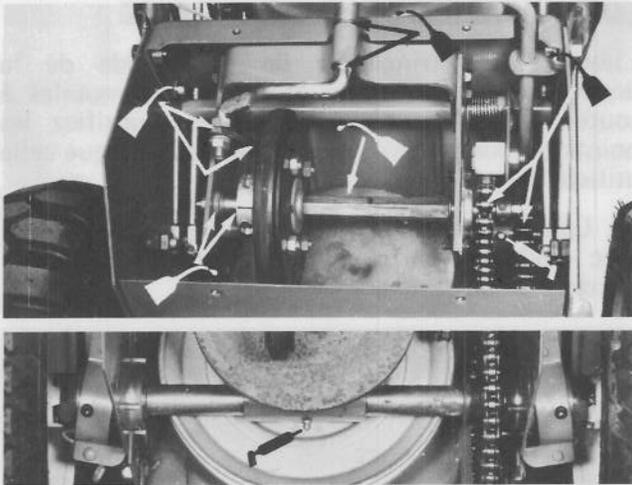

Figure 33
3. Enlevez quatre vis taraudeuses qui retiennent le protecteur arrière contre le bloc de traction, puis écartez le protecteur du bloc de traction par glissement. Ensuite, lubrifiez légèrement les chaînes, le manchon de pignon, l'anneau de nylon, l'arbre hexagonal et les autres pivots avec de l'huile et de la graisse #2 (Fig. 33). Essayez tout excès d'huile et de graisse. Enfin, remettez en place le protecteur (plaque de protection) sur le bloc de traction à l'aide des quatre vis taraudeuses.